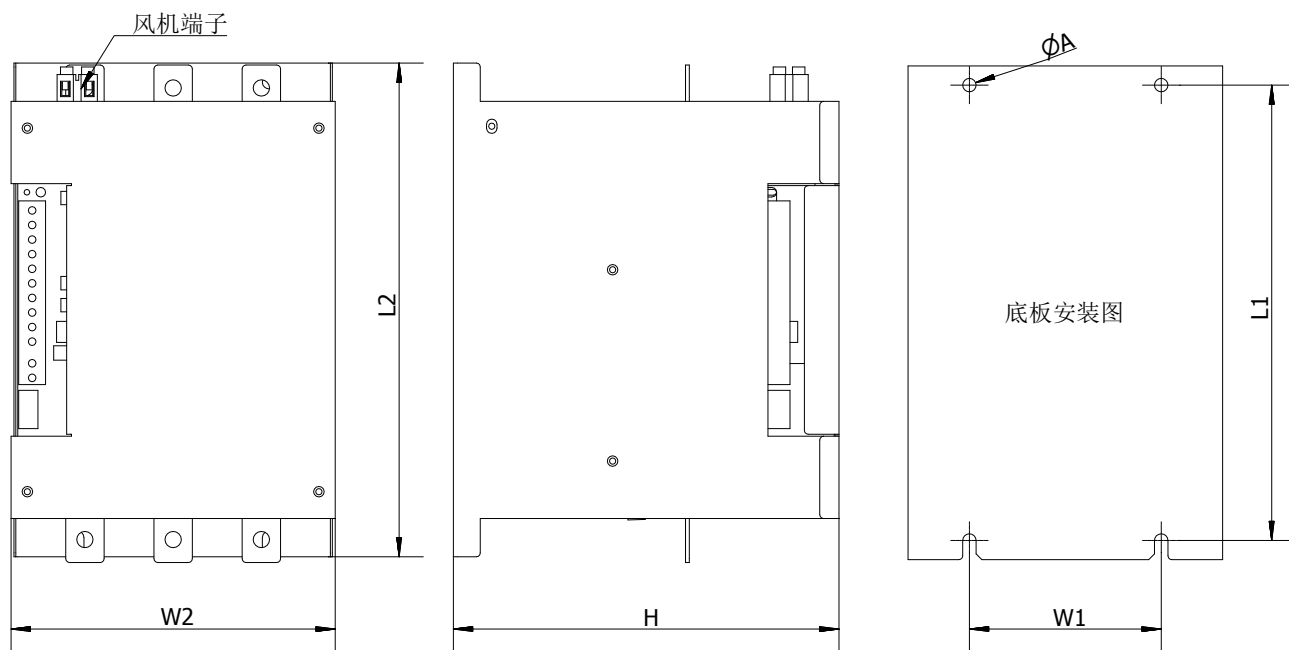

图 8
13. 外形及安装尺寸图（图 8）
说明: 图 8 中左上角是风机及状态发送接线端子。